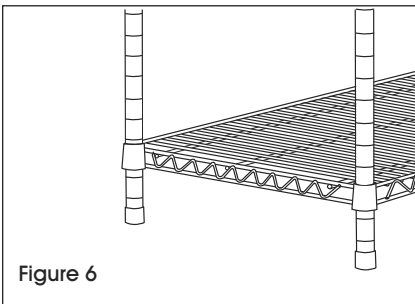

Figure 6
3. Placez l'unité à la verticale. Tapotez délicatement la tablette vers le bas pour la fixer. (Voir Figure 6)